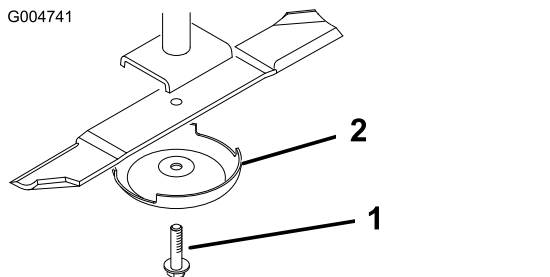

Bild 143
3. Entfernen Sie die Messerschraube, die Antiskalpierkuppe und das Messer von der Spindelwelle (Bild 143).